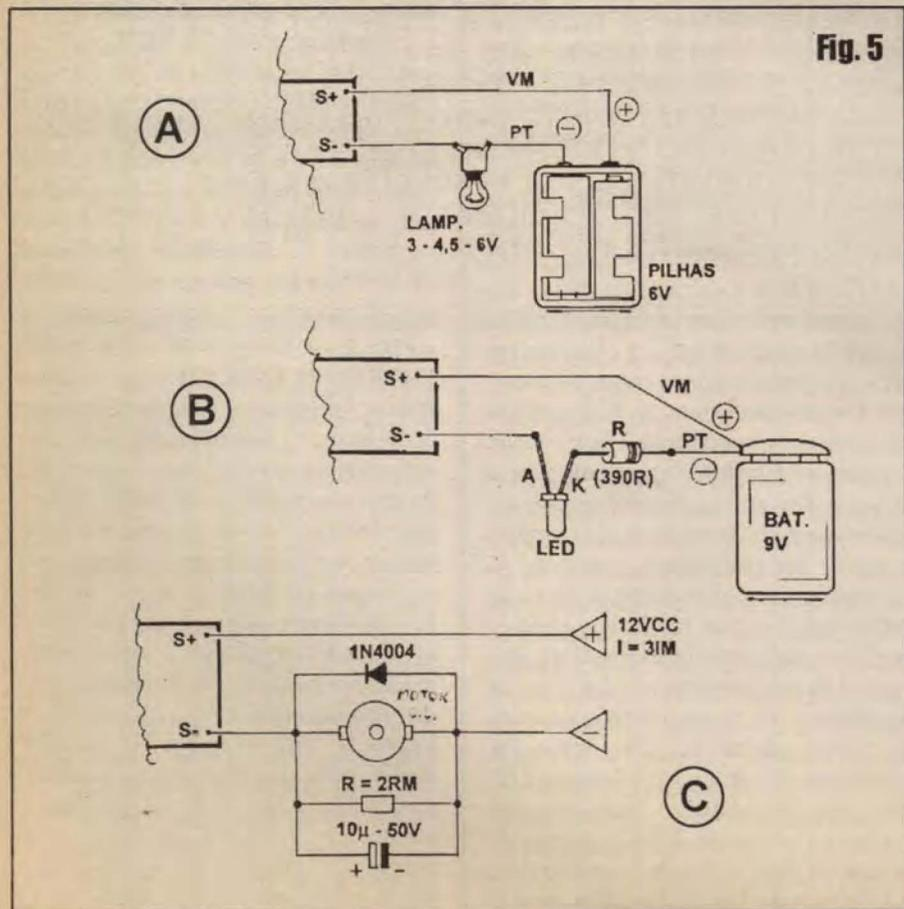

Fig. 5
- FIG. 5 - **EXEMPLOS PRÁTICOS DE APLICAÇÃO** - Conforme já foi dito, são inúmeras as possibilidades aplicativas do MUI... O diagrama dá três exemplos que podemos considerar básicos, a partir dos quais o leitor/hobbysta poderá facilmente inferir outras utilizações. Em 5-A temos o mais elementar e direto uso, simplesmente com a carga constituída por uma lâmpadinha para 3 a 6 volts, a alimentação por conjunto de 4 pilhas (ou pequena fonte de 6V). É ligar e pronto: a lâmpada pisca, à razão de 1,5 Hz, aproximadamente...! Em 5-B vemos como é possível o acionamento de um LED, protegido por seu resistor/limitador, tudo energizado por bateriazinha de 9V (ou conjunto de 6 pilhas, ou fonte, etc.). Lembramos que a boa capacidade de corrente controlável pelo MUI permite-se assim for desejado - o comando de até 12 LEDs, todos *paralelados*, com o evidente re-cálculo do resistor R (quem tiver dúvidas quanto à *matemática da coisa*